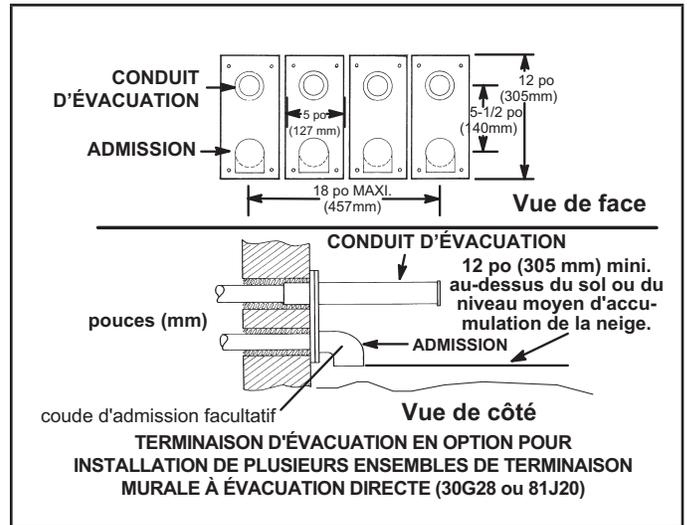

FIGURE 42
- 8 - Une installation composée de plusieurs générateurs peut être reliée à un groupe de quatre terminaisons ou moins assemblées à l'horizontale, comme illustré à la « FIGURE 42 ».